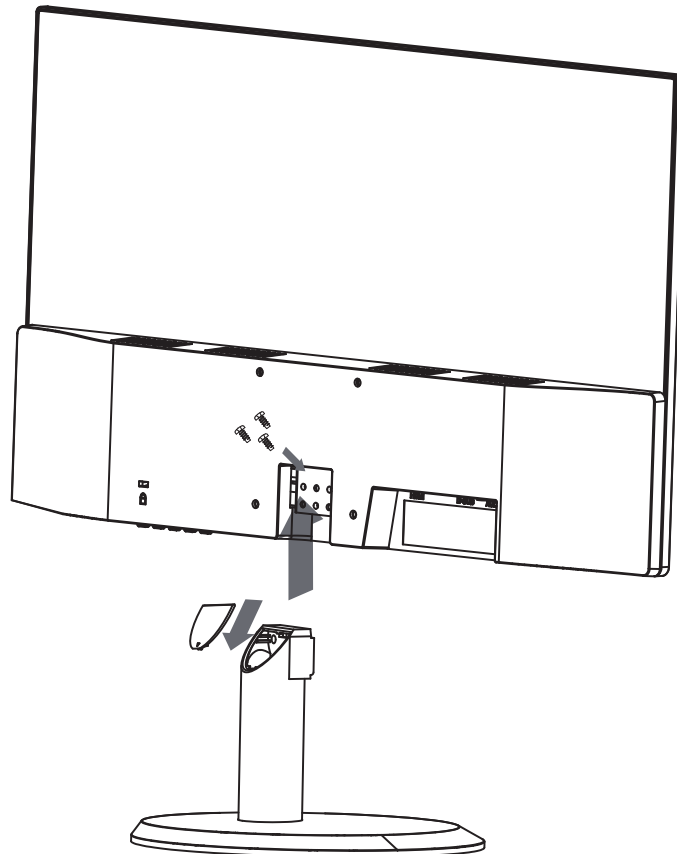

Рисунок 4.3 – Монтаж
3. При помощи винтов и отвертки из комплекта поставки закрепите стойку (Рисунок 4.3).
4. Установите декоративную заглушку на стойку (Рисунок 4.3).